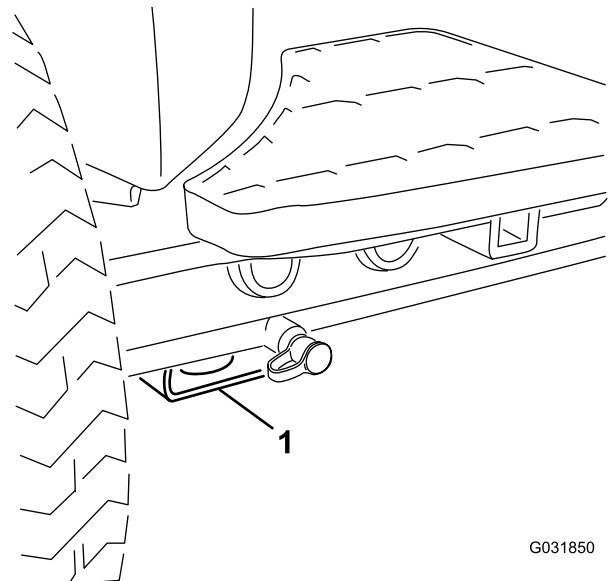

Figura 41
- Delantero – bloque rectangular, debajo del tubo del eje, al interior de cada rueda delantera (Figura 41).